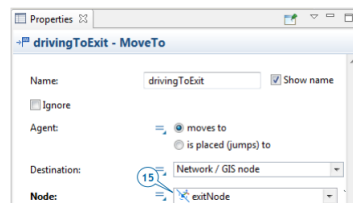

Рисунок 13.7 – *ExitNode* для встановлення вузла призначення
15. У *drivingToExit* в області властивостей блока у списку вузлів клацніть на *exitNode*, щоб установити вузол призначення (рис. 13.7).